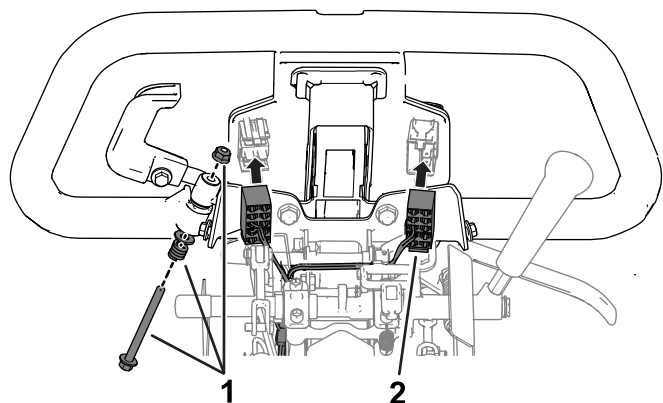

図 8
2. ハンドルのスイッチすべてに、対応するワイヤハーネスを接続する 図 8。
3. ステップ2 ハンドルを外す (ページ 2) で外した金具類を使ってスロットルアームをハンドルに取り付ける 図 8。